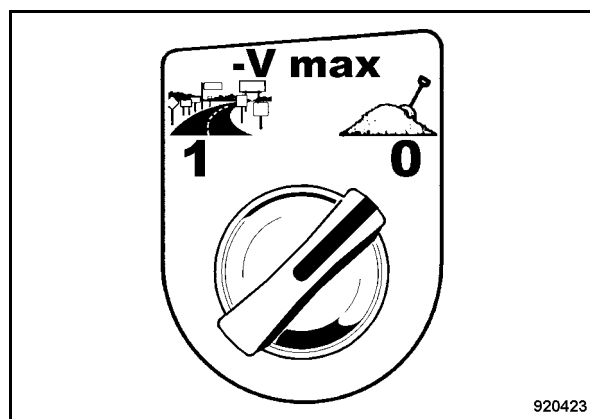

Fig. 83
- Per il lavoro, porre l'interruttore rotante Maggiore effetto frenante* (Fig. 83) in posizione "0".